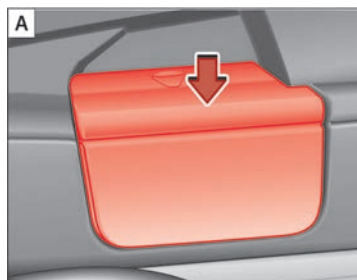

Fig. 92 Retire los soportes de la bandeja (A) y guárdela de forma segura (B).
- Retire la bandeja del soporte de los revestimientos laterales ⇒ **fig. 92 (A)**. Para ello, presione la bandeja hacia arriba (flecha) y extráigala.